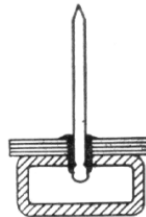

Fig. 3 – largo del remache
- b) El largo del remache deberá ser un poco mayor que el espesor del material a ser remachado (fig. 3);